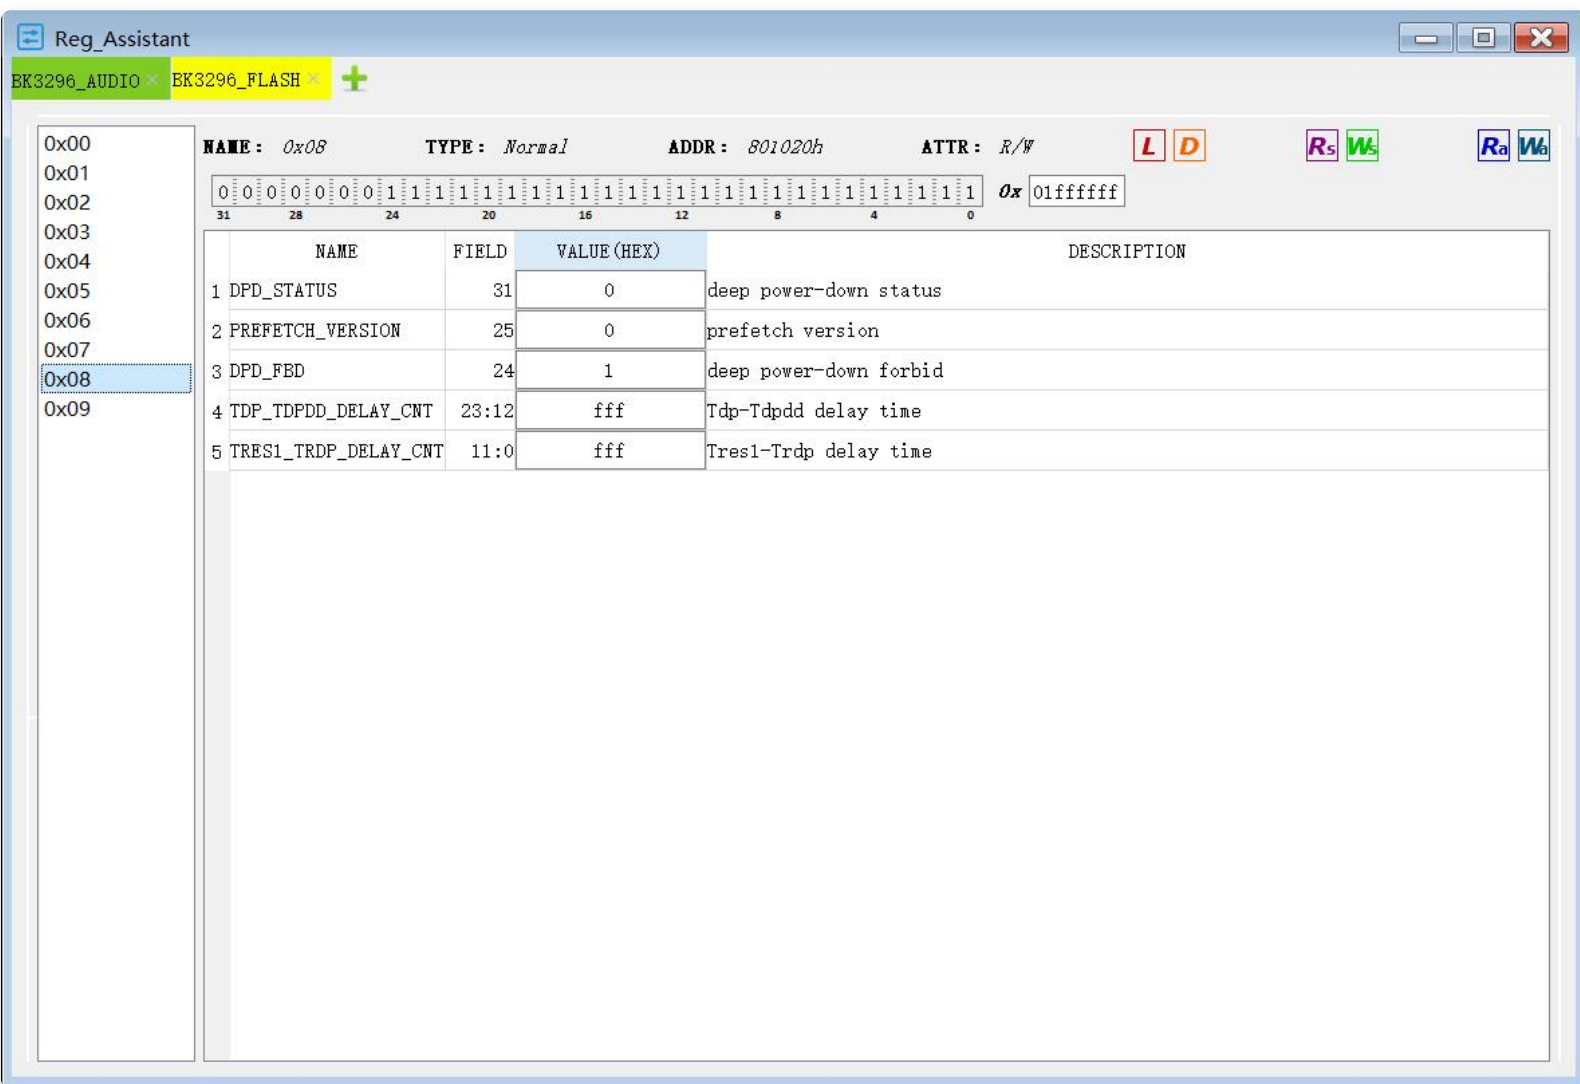

图4-3 寄存器助手
- 如图4-3所示，此模块主要功能是通过串口对芯片寄存器进行读写操作，通过加载寄存器的配置文件获得各个寄存器的地址，即可对各个寄存器进行读取和写入操作。